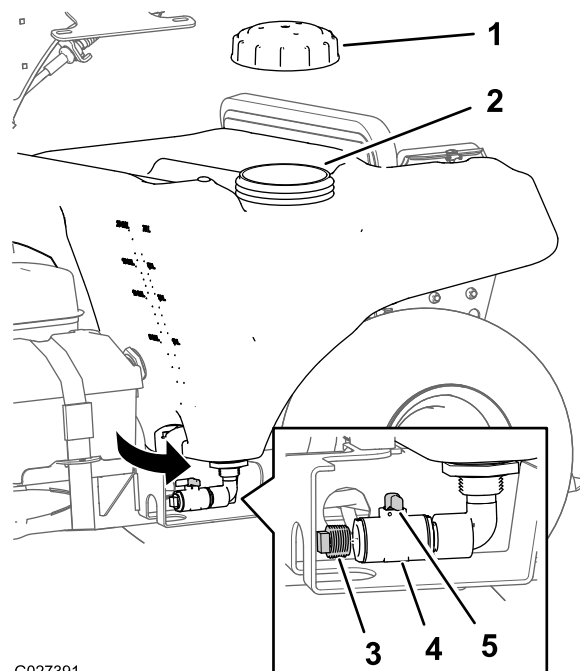

Figura 52
2. Asegúrese de que las palancas de los patrones de fumigación estrecho y ancho están en la posición de CERRADO y que la maneta de la válvula de vaciado del depósito está girada 90° en sentido antihorario a la posición de CERRADO (Figura 52).
4. Abra el tapón del depósito de fumigación (Figura 52).